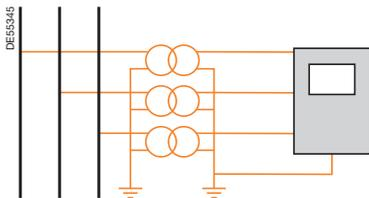

Fig. 40. Transformadores de tensión (TT) conectados en estrella.
- Montaje en estrella de transformador 3 (fig. 40) (requiere 1 terminal de alta tensión aislado por transformador).